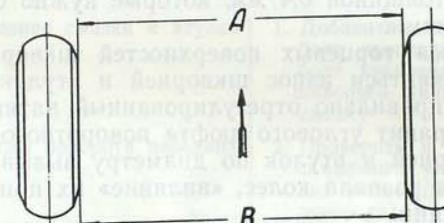

Рис. 166. Схождение колес
Регулировка схождения колес. Схождение колес должно быть таким, чтобы размер между внутренними бортами шин спереди (A) был на 1,5—3,0 мм меньше размера сзади (B) (рис. 166).